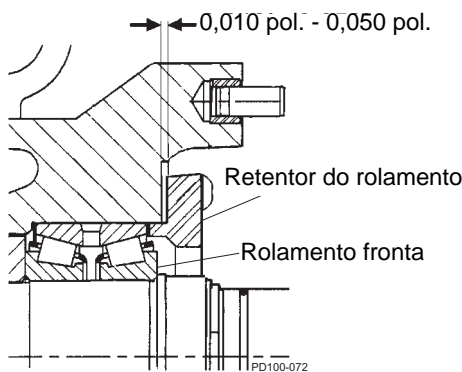

Figura 86 - Folga do retedor do rolamento
5. O retedor do rolamento deve ser posicionado com firmeza contra o rolamento. Deixe uma folga de 0,010 a 0,050 pol. (0,25 a 1,25 mm) entre a parte posterior do retedor do rolamento e a parte dianteira da caixa de engrenagens (Figura 86). Se esta folga não for obtida, posicione os calços entre o rolamento e o retedor.